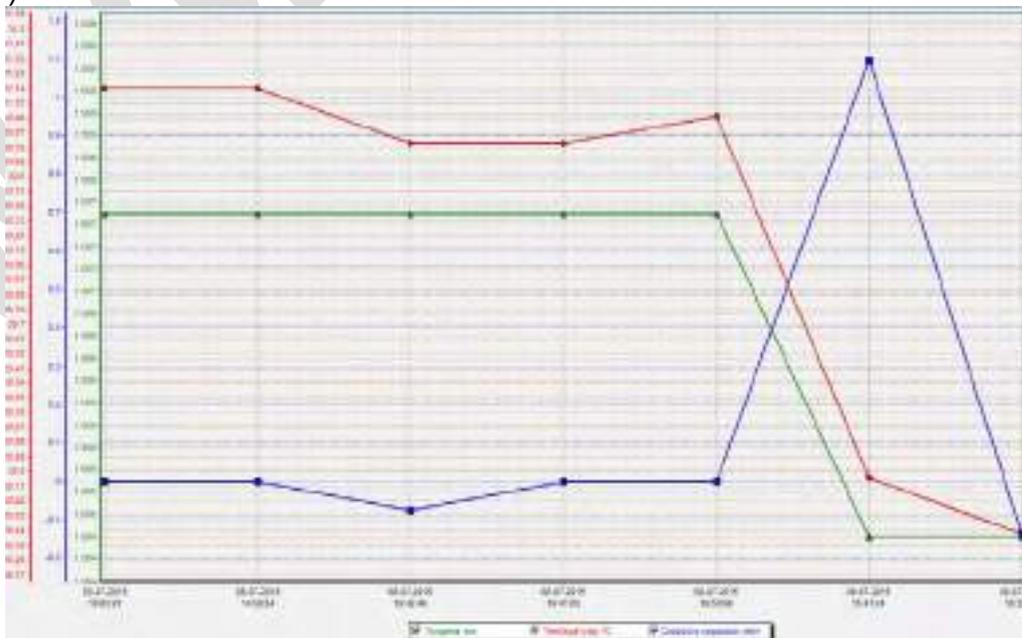

Рисунок 26 – Пример отображения графиков
3.8.5 Опция «Показать метки» включает отображение значений в точках на графике (рисунок 26).